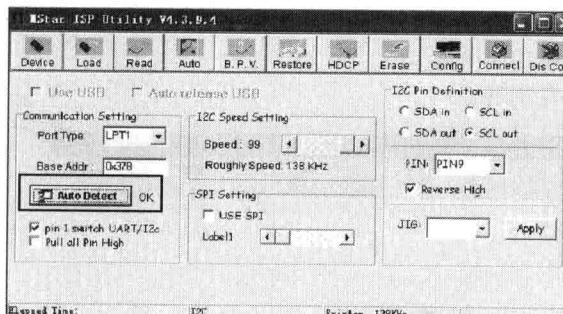

图 1-30
3) 如图 1-30 所示，单击“Auto Detect”按钮，Base Addr 栏后显示“OK”，即可进行下一步骤。